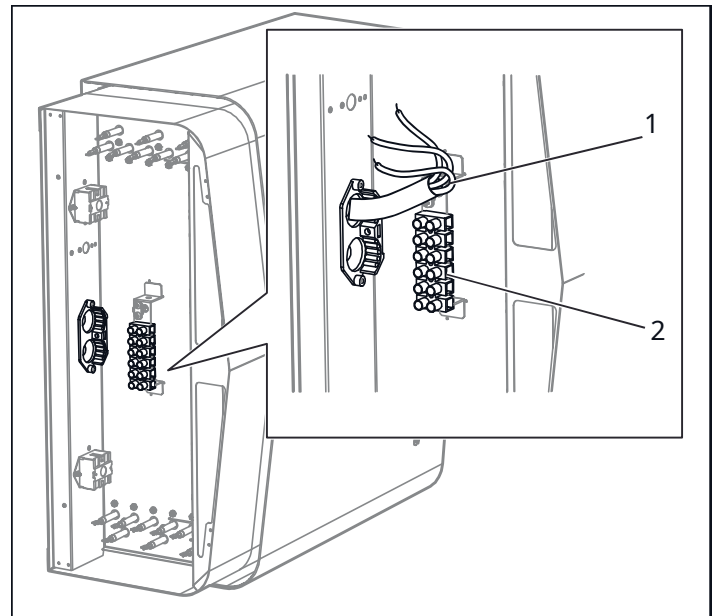

Figura 10: cablaggio elettrico
2. Collegare il cavo elettrico (vedere Figura 10) secondo lo schema elettrico (vedere la sezione Schema di collegamento/elettrico, Figura 17-24).